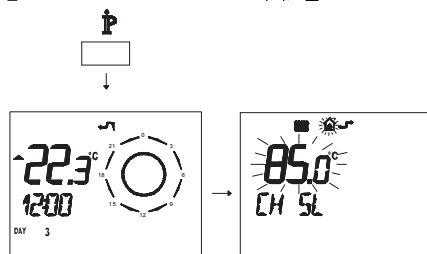

Рис. 5.37
- Нажмите и удерживайте 3 секунды кнопку **P**, чтобы войти в режим **INFO** (Рис. 5.37).